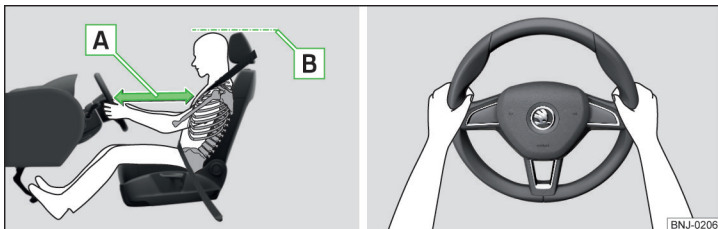

Fig. 14 Posición de asiento correcta del conductor / Sujeción correcta del volante
- ✓ Ajustar el volante de tal modo, que la distancia entre el volante y el estérnón sea, como mínimo, 25 cm » fig. 14 - A.
- ✓ Ajustar el reposacabezas de tal modo que el borde superior del mismo se encuentre, a ser posible, a la misma altura que la parte superior de su cabeza (no es válido para los asientos con reposacabezas integrado) » fig. 14 - B.
- Durante la conducción, sujete el volante con ambas manos por el borde exterior de los lados en las posiciones de las "9" y "3" horas » fig. 14. No sujete nunca el volante en la posición de las "12 horas" o de cualquier otro modo (p. ej., en el centro o en el borde interior del volante, etc.). De lo contrario puede generarse lesiones graves en los brazos, manos y la cabeza cuando se activa el airbag.
- ✓ Ajustar el reposacabezas de tal modo, que el borde superior del mismo se encuentre dentro de lo posible a la misma altura que la parte superior de su cabeza » fig. 14 de la pág. 19 - **B** (no es válido para asientos con reposacabezas integrados).
- ✓ Ajustar los reposacabezas de tal modo, que el borde superior de los mismos se encuentren, de ser posible, a la misma altura que la parte superior de la cabeza » fig. 14 de la pág. 19 - .